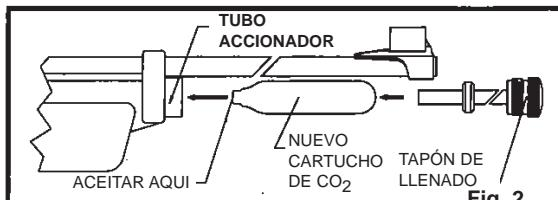

Fig. 2
- Introduzca el nuevo cartucho de CO2 en el rifle de aire empezando por el cuello estrecho del cartucho de CO2 en el tubo accionador (Fig. 2).
• Ponga 1 gota de aceite Crosman 0241 Pengunoil® en la punta de cada cilindro de CO2 para ayudar a mantener su rifle de aire. **(Fig. 2)** NO use aceites o solventes basados en destilados de petróleo y NO aceite excesivamente, ya que esto puede dañar el rifle de aire.